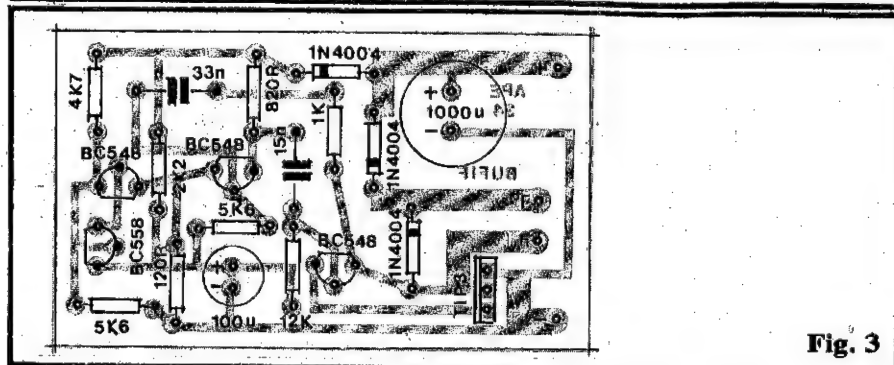

Fig. 3
- FIG. 3 - "CHAPEADO" DA MONTAGEM - A placa, agora vista pelo seu lado não cobreado, já com todas as peças devidamente posicionadas. Como sempre, o cuidado maior deve ser direcionado à inserção dos componentes polarizados (cujos terminais não podem - sob hipótese alguma - serem invertidos nas ligações finais, sob pena de não funcionamento do circuito e de eventual dano ao próprio componente...). Entre estes, destacam-se: os transistores (os da linha "BC" têm sua posição referenciada pelo lado "chato", enquanto que o TIP31 deve ficar com seu lado metalizado voltado para a posição ocupada pelo diodo 1N4004...), os diodos (seus catodos estão sempre claramente demarcados pela cinta ou anel em cor contrastante, junto à respectiva extremidade da peça...) e os capacitores eletrolíticos (a polaridade dos terminais é nitidamente indicada, nos dois componentes do gênero...). Ainda quanto aos transistores "BC", cuidado para não "enfiar" o único 558 no lugar de algum 548 e vice-versa...